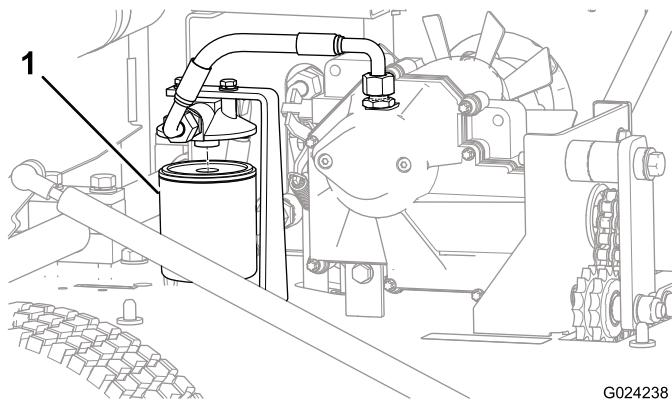

図 33
5. フィルタの下に廃油受けを置いてフィルタを外す図 33。